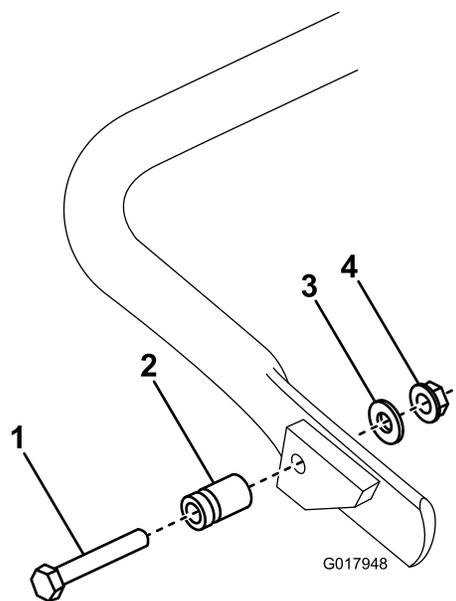

Figure 5
1. **Sur la GR1600 uniquement**, fixez le goujon de ressort sur le côté droit de la béquille (Figure 5) au moyen du boulon, de la rondelle et de l'écrou à embase fournis.